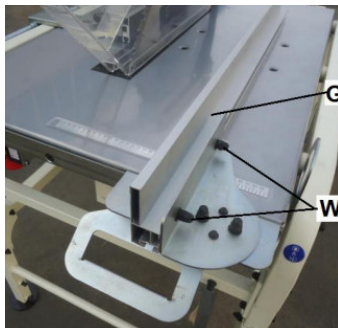
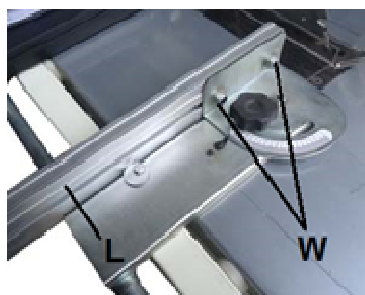

Рис. 26
Рис. 27
Используя 2 болта и гайки (W, Рис. 26, Рис. 27), прикрепите алюминиевый профиль (G или L) к корпусу параллельного упора.
- Используется в вертикальном положении (Рис. 26, Рис. 27) для распиливания широкой заготовки.